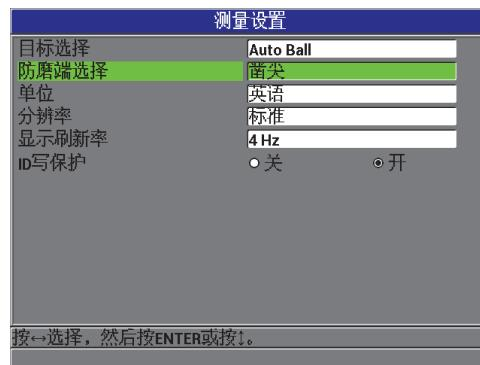

图 4-5 测量设置屏幕
3. 在**测量设置**屏幕中 (参见第 80 页的图 4-5), 操作步骤如下: